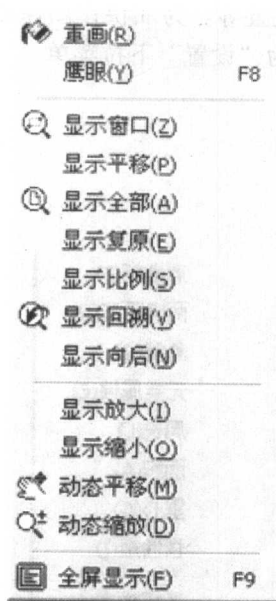

图 1-5 显示下拉菜单
(3) 显示 显示命令与编辑命令不同, 它们只改变图形在屏幕上的显示方法, 而不能使图形产生实质性的变化, 它们允许操作者按期望的位置、比例、范围等条件进行显示, 但是, 操作的结果既不改变原图形的实际尺寸, 也不影响图形中原有实体之间的相对位置关系。换句话说, 显示命令的作用只是改变了用户的主观视觉的效果, 而不会引起图形产生客观的实际变化。显示控制包括有重画、鹰眼、显示窗口、显示平移、显示全部、显示复原、显示比例、显示回溯、显示向后、显示放大、显示缩小、动态平移、动态缩放和全屏显示等命令。图 1-5 所示为“显示”下拉菜单。